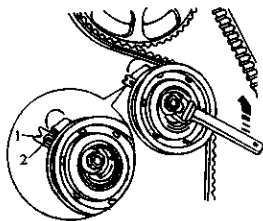

图 2-19 用专用工具安装半自动张紧轮
6) 将半自动张紧轮逆时针转动, 直到可以使用 Matral59 专用工具, 如图 2-19 中箭头所示。